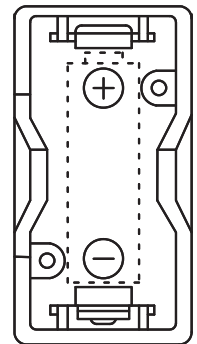

図6
乾電池は単2乾電池を底に記載されている方向に + - を合わせて入れてください。(図6)
(3) 乾電池の交換は一年間に一回おこなってください。(図6)